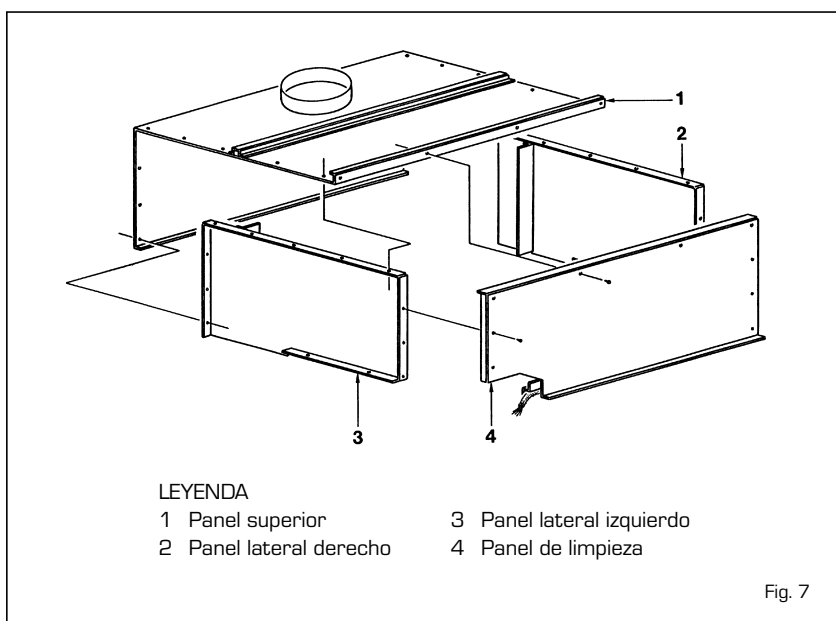

Fig. 7
El montaje se efectúa fijando el panel lateral derecho (2) al panel superior (1) con 9 tornillos autorroscantes 12E x 1/2". Se efectúa la misma operación con el panel lateral izquierdo (3). Pues, fijar el panel de limpieza (4) colocar la cámara de humos sobre le cuerpo de fundición. Fijar la cámara de humos al cuerpo usando 4 chapetas y 4 tornillos TE M8 x 30 suministrados (fig. 7/a).